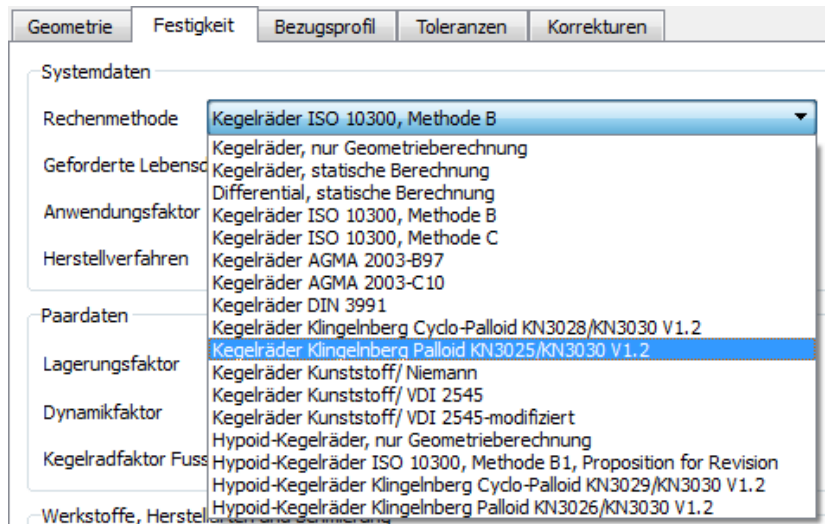

Abbildung 2.24 Festigkeit Rechenmethode „Palloid“ anwählen
2. Im Reiter „**Festigkeit**“ die Rechenmethode „Klingelnberg Palloid 3025“ anwählen (siehe Abbildung 2.24).